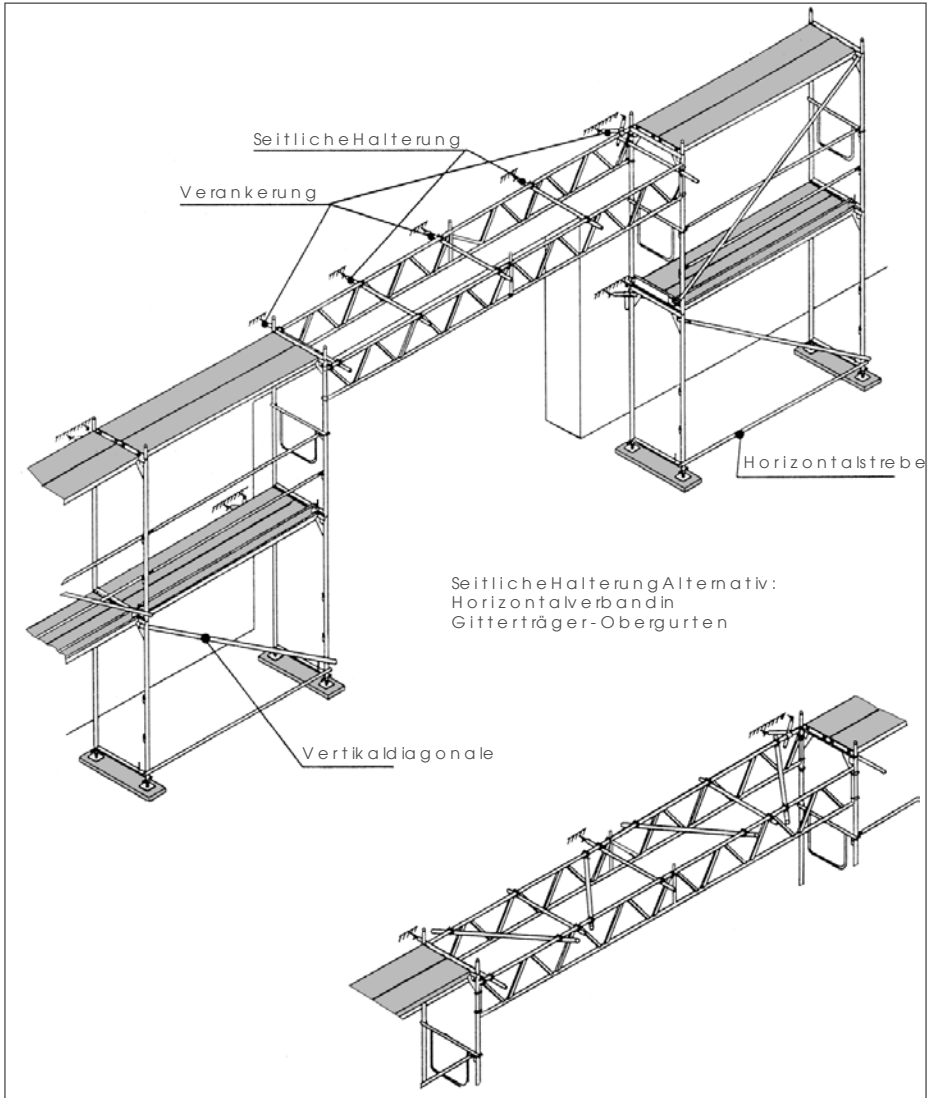

Fig. 18 Montering av bro
Det må forhindres at øverste stagene på begge gitterrammene beveger seg sideveis. Dette gjøres på følgende måte (Fig. 18):
- Enkle stillaskonsoller fra de øverste stagene på begge gitterrammene, på hver fjerdedel av den totale lengden og i midten av seksjonen, forankres til fasaden (Fig. 18).
- Horisontal ramme, laget av rør og koplinger, på innsiden av den øverste av gitterrammens stag for stabilisering av bjelkene, for hver fjerdedel av den totale lengden (Fig. 18: Alternativ stabilisering).